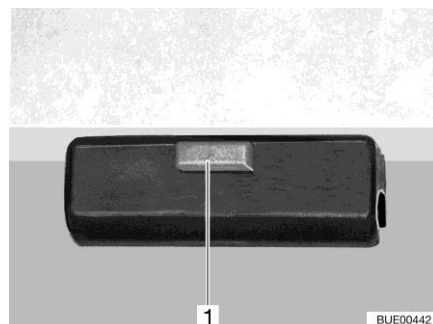

Bild 97 Verriegelung
- Verriegelung (Bild 97,1) an der Tischplatte lösen.